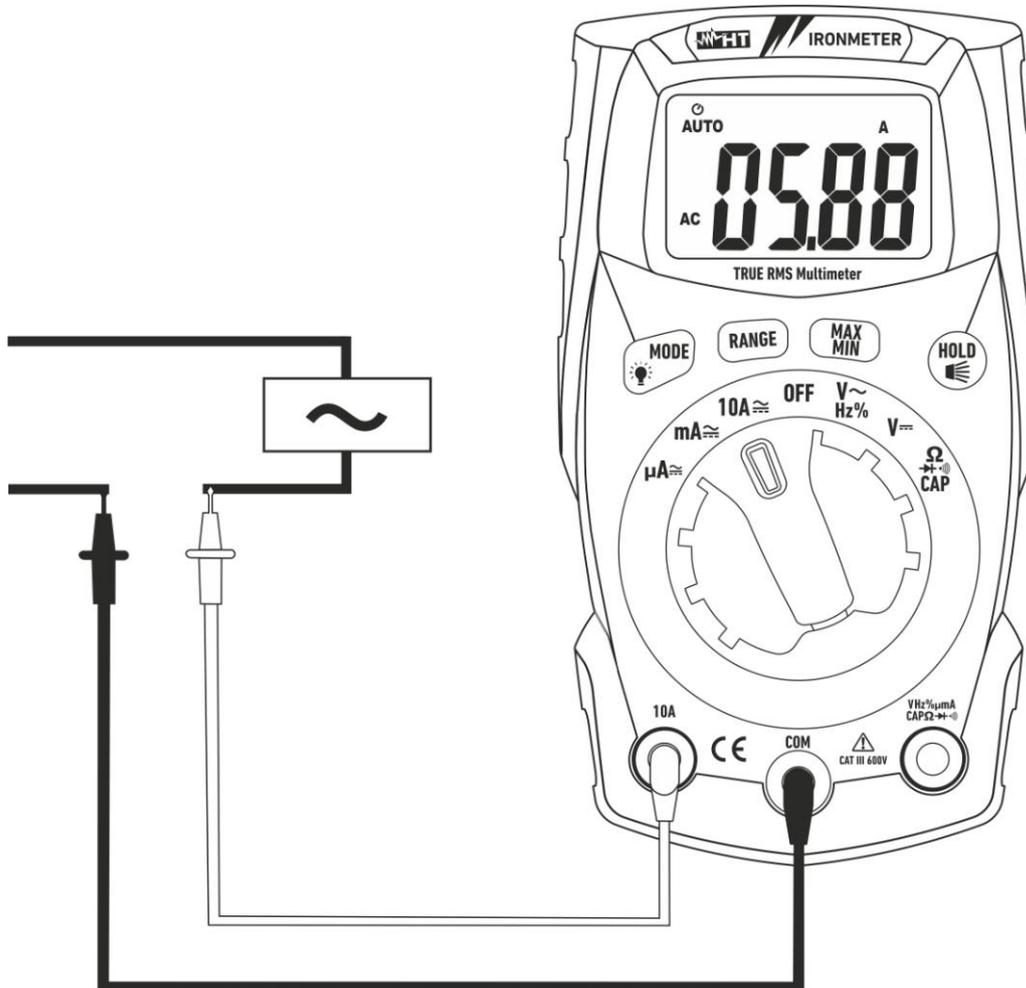

Fig. 9: Uso do instrumento para a medição de Correntes CA
4. Ligar a ponteira vermelha e a ponteira preta em série com o circuito de qual se pretende medir a corrente respeitando as polaridades e o sentido da corrente (ver Fig. 9).